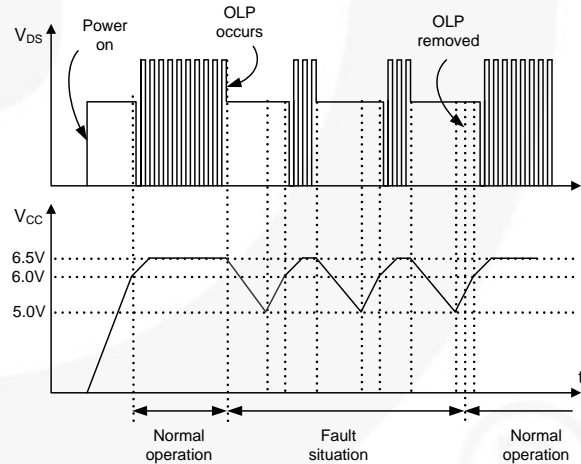

图 17. 自重启保护波形
**3. 保护电路:** FSQ500L 具有两项自我保护功能: 过载保护 (OLP) 和热关断 (TSD)。虽然在自重启模式下可实现过载保护 (OLP), 触发热关断 (TSD) 时却不会出现关断过程。一旦检测到过载状况, 则会终止开关过程, senseFET 保持关断, 并且 HV/REG 也将关断。这会导致  $V_{CC}$  开始下降。当  $V_{CC}$  跌至欠压锁定 (UVLO) 停止电压 5.0V 以下时, 保护功能被重置, 启动电路为  $V_{CC}$  电容器充电。当  $V_{CC}$  达到启动电压 6.0V 时, FSQ500L 恢复正常运行。如果故障状况仍未解除, senseFET 和 HV/REG 保持关断并且  $V_{CC}$  再次跌至  $V_{STOP}$ 。通过这种方式, 自重启功能可交替使能和禁用功率 SenseFET 的开关, 直到解除故障状况, 如图 17 所示。